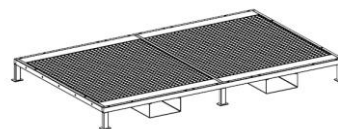

рис. 1
5.1. Установить основание на ровную поверхность (рис. 1).